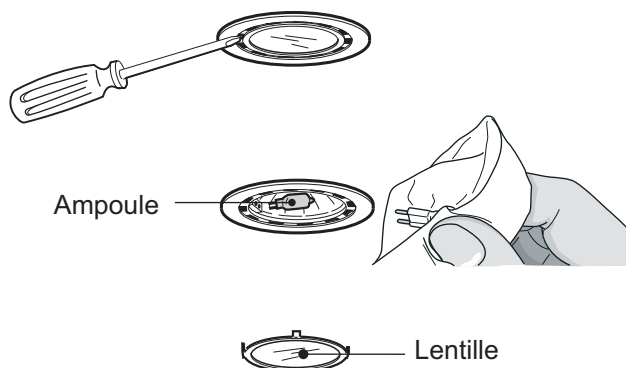

Figure 4 : Remplacement des ampoules halogènes
1. À l'aide de la lame d'un tournevis plat ou d'un outil équivalent, détachez les lentilles de protection en faisant levier, comme illustré sur la *Figure 4*.